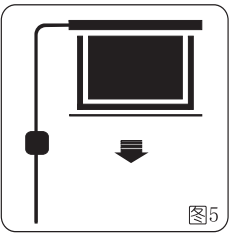

图5
- (1) 撕掉固定下管的固定胶布并确认下管没有卡住外壳。
- (2) 接通电源(规定的电压范围)。
- (3) 幕布的上升和下降控制：
**展开投影幕(图5)** 按控制开关下端“二”号位，幕布自动缓缓向下，当幕布面积张开至最大时，屏幕即可自动停止。